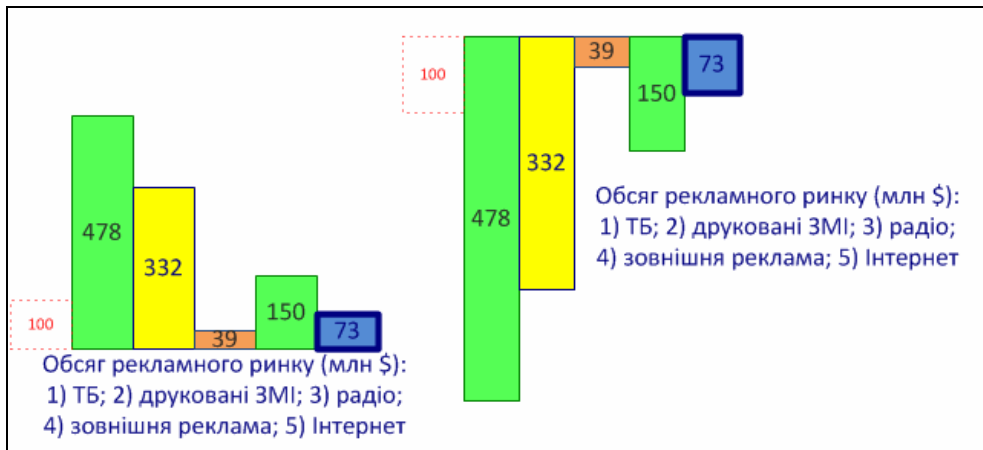

Рис. 1.34. Піраміда Маслоу
- Підпишіть кожен рівень, встановіть для текстів рівнів шрифт 10 пт, різну заливку для рівнів (рис. 1.34).